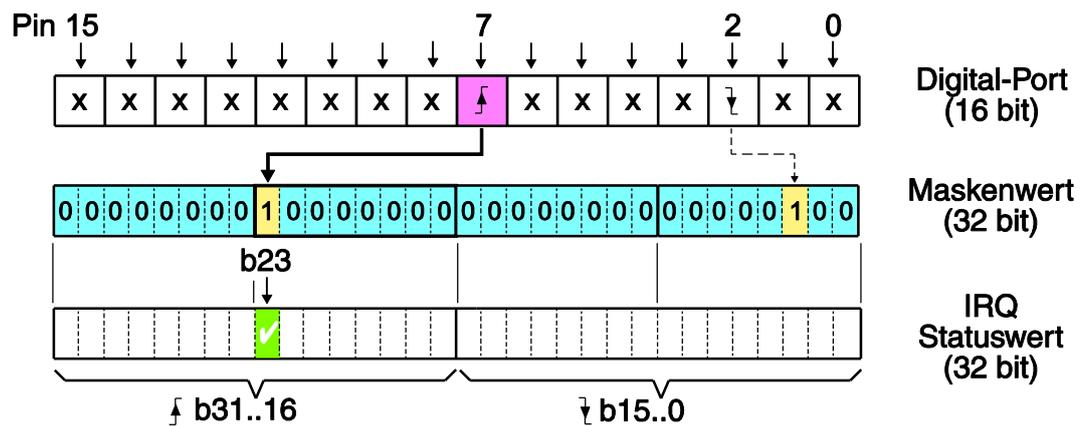

Abbildung 16: Bitmuster-Änderung
Im Modus „Bitmuster-Änderung“ können ein oder mehrere Bits definiert (maskiert) werden, die auf Zustandsänderungen überwacht werden sollen. Als „Maske“ dient dabei ein 32-bit-Argument je Subdevice. Für jeden Eingangspin gibt es jeweils ein Bit für steigende und ein Bit für fallende Flanke. Falls sich der Zustand von mindestens einem mit einer „1“ maskierten Bit ändert ( $0 \rightarrow 1$  oder  $1 \rightarrow 0$ ), wird ein Interrupt ausgelöst (siehe Abb. 16).
**Beispiel** (siehe Abb. 16):